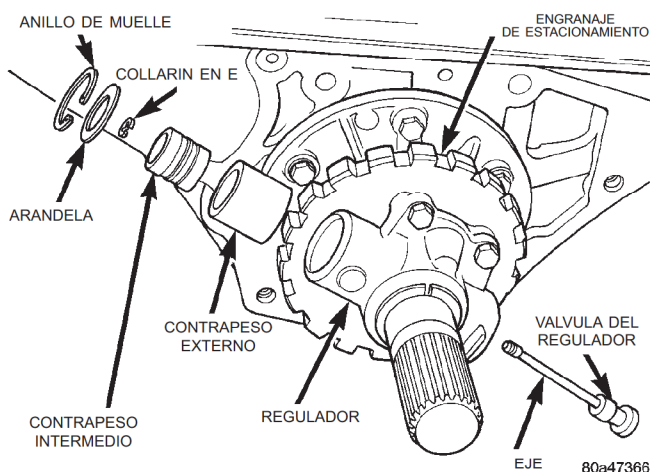
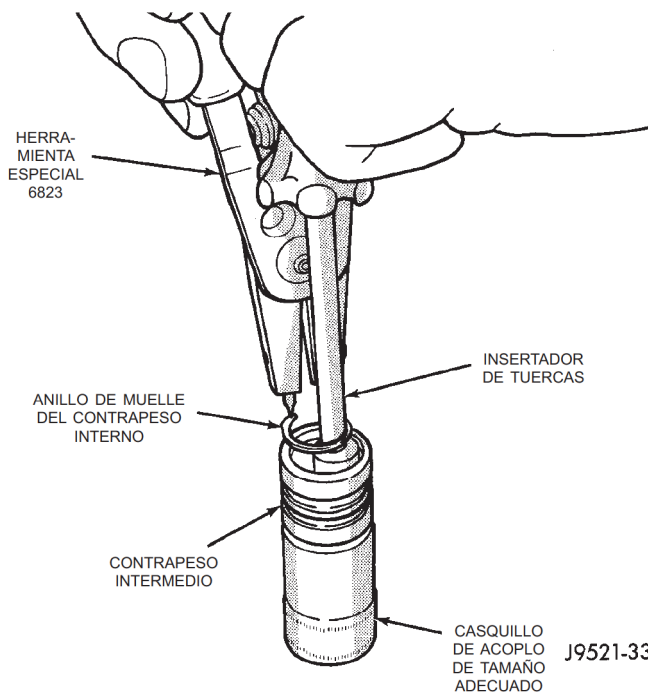
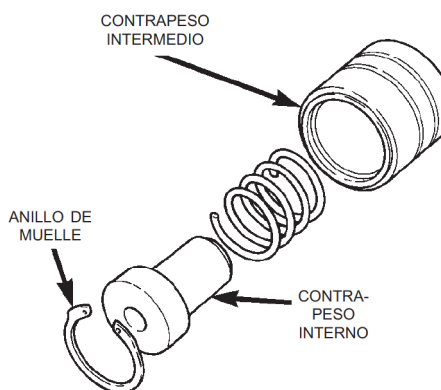

Fig. 40 Anillo de muelle y arandela del contrapeso del regulador
Fig. 41 Anillo de muelle del contrapeso interno
Fig. 42 Contrapesos intermedio e interno del regulador
(3) Retire el anillo de muelle y la arandela retén que sujetan el conjunto de contrapesos del regulador en el cuerpo (Fig. 40).
(4) Retire el conjunto de pesas del regulador del hueco del cuerpo del regulador.
(5) Deslice los contrapesos intermedio e interno con respecto al contrapeso externo.
(6) Emplace el contrapeso intermedio en un casquillo de acoplo del tamaño adecuado (Fig. 41).
(7) Empuje el contrapeso interno hacia abajo con un insertador de tuercas. Retire luego el anillo de muelle del contrapeso externo con la pinza Miller 6823 (Fig. 41).
(8) Retire el contrapeso interno y el muelle del contrapeso intermedio.
(1) Antes del ensamble, lubrique los componentes del regulador con líquido para transmisiones hidráulicas Mopar® ATF Plus.
(2) Limpie e inspeccione los contrapesos y los huecos del regulador para verificar que no estén rayados o desgastados. Reemplace el cuerpo y los contrapesos del regulador si estuvieran dañados. Para informarse acerca del procedimiento correcto, consulte la sección Limpieza e inspección en este grupo.
(3) Inserte el muelle en el contrapeso intermedio.
(4) Inserte el contrapeso interno en el contrapeso intermedio e instale el anillo de muelle (Fig. 42). Verifique que el anillo de muelle calce completamente en el contrapeso intermedio (Fig. 41).
(5) Ensamble los contrapesos del regulador en el cuerpo del regulador (Fig. 40).
(6) Instale la arandela y el anillo de muelle que sostienen los contrapesos en el cuerpo del regulador.
(7) Instale el cuerpo del regulador en la transmisión.